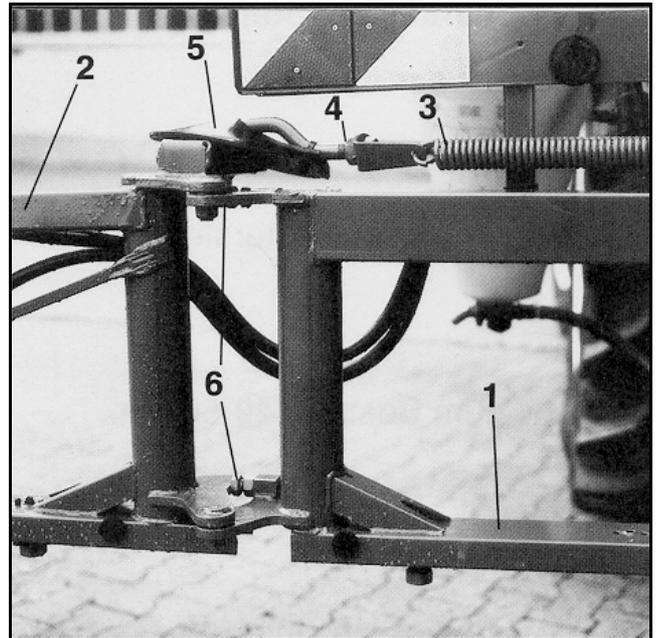

Fig. 8.16
- Aflojar la contratuerca del tornillo de ajuste (Fig. 8.16/6).